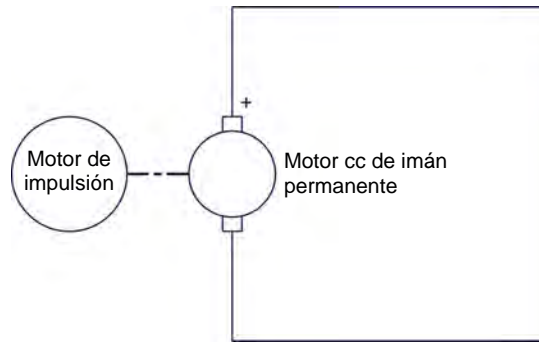

Figura 12. Motor de impulsión acoplado a un motor cc de imán permanente que funciona como generador (salida en cortocircuito).
31. Conecte el equipo como se muestra en la figura 12.